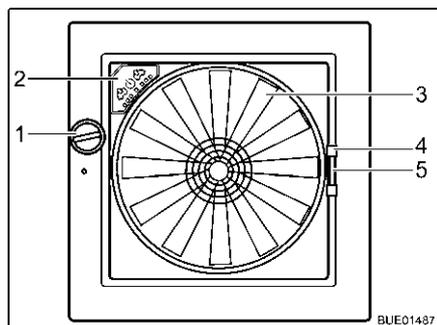

Fig. 94 Clarabóia Omni-Vent
- Gire o botão rotativo (Fig. 94,1), até ter atingido o ângulo de abertura pretendido.
- Gire o botão rotativo (Fig. 94,1) até a clarabóia estar completamente fechada.
- Puxe a mosquiteira pelo manípulo (Fig. 94,4) para o lado oposto da moldura.
- Comprima o manípulo (Fig. 94,5) do dispositivo de escurecimento.
Se a clarabóia estiver aberta, o ventilador de 6 níveis (Fig. 94,3) permite ventilar e extrair o ar da zona interior. O ventilador é operado no painel de controlo (Fig. 94,2).